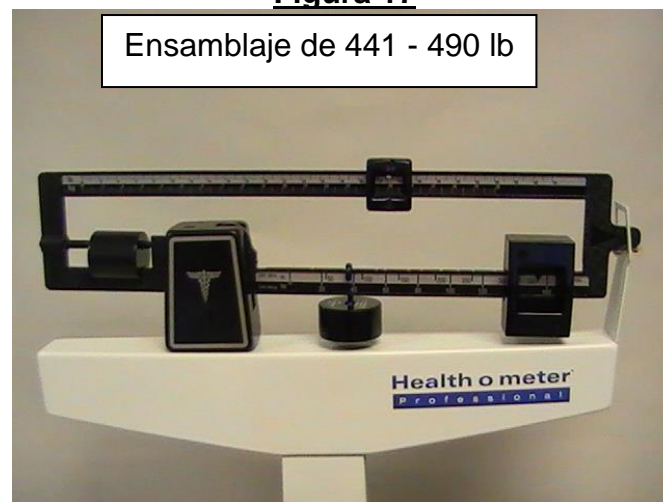

Figura 18
1. Cuando un paciente pese entre 441 - 490 lb, coloque el peso inferior en 340 lb. (See Figura 18 en la página 19)